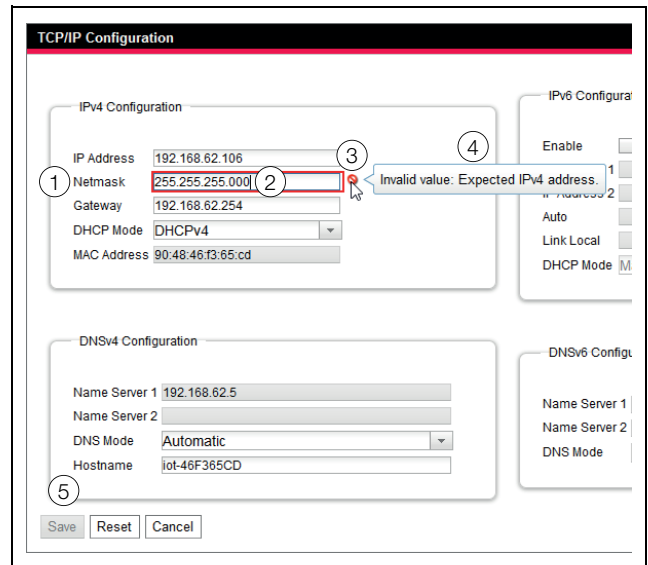

Fig. 22 : affichage d'une saisie erronée
- un « symbole d'interdiction » rouge (fig. 22, pos. 3) est affiché derrière la saisie erronée (fig. 22, pos. 2) dans le champ **Netmask** (fig. 22, pos. 1).
- une remarque avec des informations complémentaires sur le défaut est affichée en plaçant le curseur de la souris sur le symbole d'interdiction (fig. 22, pos. 4).
- le bouton de commande **Save** est désactivé (fig. 22, pos. 5) de telle manière que les valeurs saisies ne puissent pas être mémorisées.